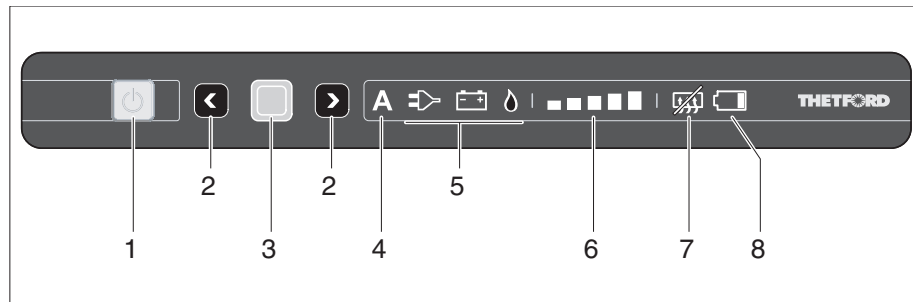

Fig. 327 Elementi di comando e di segnalazione per il frigorifero (Thetford senza SES)
- Premere il tasto (Fig. 327,1).
- Premere il tasto (Fig. 327,1) e tenerlo premuto. Tutte le lampade si spengono.
Se è selezionato il funzionamento automatico, nel quadro comandi sono accesi l'indicatore del funzionamento automatico (Fig. 327,4) e la miglior fonte disponibile (Fig. 327,5).
- Premere il tasto di conferma (Fig. 327,3) e mantenerlo premuto. I simboli delle modalità di funzionamento (Fig. 327,5) iniziano a lampeggiare.
- Con i tasti di selezione (Fig. 327,2) selezionare il funzionamento a gas ed applicare la selezione con il tasto di conferma (Fig. 327,3).
- Con i tasti di selezione (Fig. 327,2) selezionare il funzionamento a 230 V ed applicare la selezione con il tasto di conferma (Fig. 327,3).
- Con i tasti di selezione (Fig. 327,2) selezionare il funzionamento a 12 V ed applicare la selezione con il tasto di conferma (Fig. 327,3).
- Premere di nuovo il tasto di conferma (Fig. 327,3). L'indicatore dello stadio di raffreddamento (Fig. 327,6) inizia a lampeggiare.
- Con i tasti di selezione (Fig. 327,2) selezionare lo stadio di raffreddamento desiderato ed applicare la selezione con il tasto di conferma (Fig. 327,3).